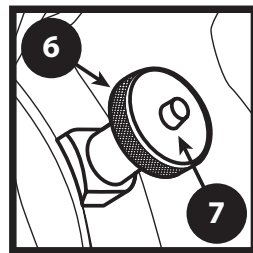

FIGURA 5
9. Asegúrese de que la banda abrasiva está adecuadamente tensionada. A este fin, eleve la manija de tensión (Figura 5). A medida que se mueve la perilla de tensión, se oirá una serie de clics mecánicos. En general, la banda quedará adecuadamente tensionada si se oyen de tres a ocho clics. Para reducir o liberar la tensión de la banda, eleve ligeramente la manija de tensión y luego presione el botón que está en el centro de esta. Mueva la manija de tensión ligeramente hacia abajo para reducir la tensión de la banda o completamente hacia abajo para liberar la tensión de la banda.